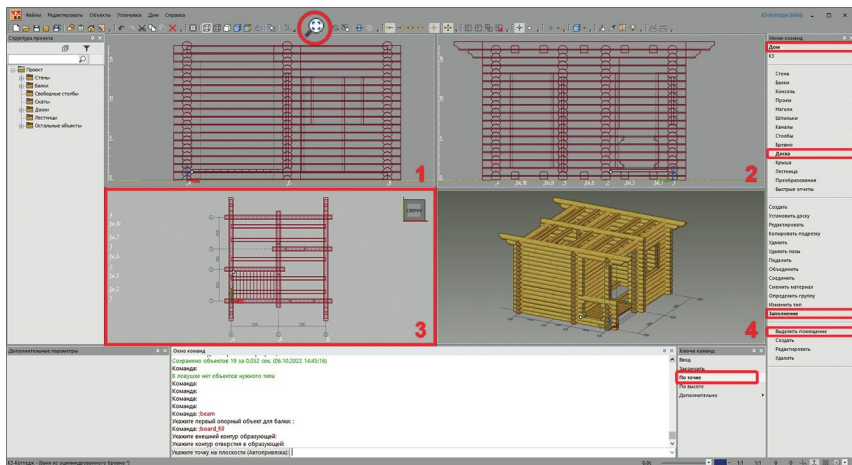

рис. 48
5. Впишите изображение в рамки видового окна **№ 3** при помощи пиктограммы . После возвращения в режим с отображением невидимых линий () на экране должно получиться, как на рис. 48.